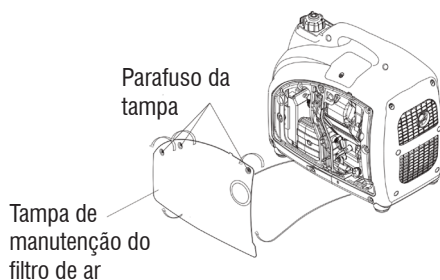

Fig. 18 – Removendo a tampa de manutenção do filtro de ar
1. Solte os parafusos da tampa de manutenção do filtro de ar (6) (fig. 1) e retire a tampa (fig. 18);